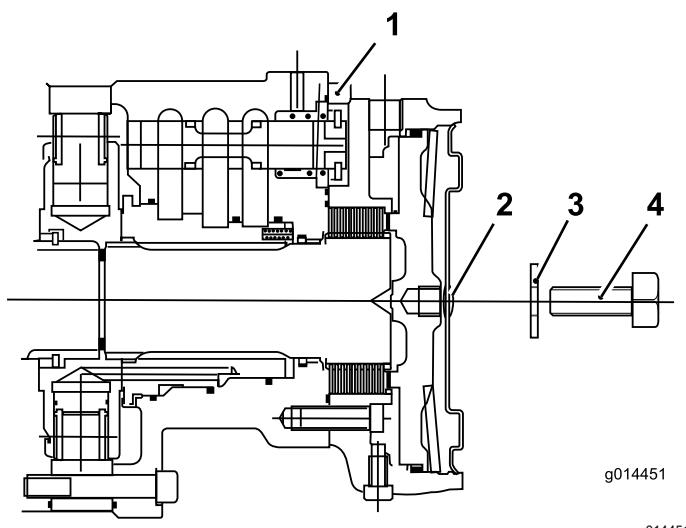

Figura 54
- C. Monte el tapón hexagonal en la placa de extremo del motor (Figura 54).